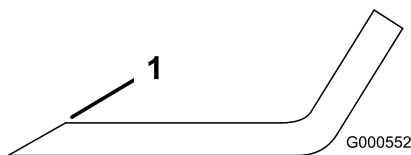

Figura 65
- Utilice una lima para afilar el filo de corte en ambos extremos de la cuchilla (Figura 65).
**Nota:** Si la cuchilla no está equilibrada, rebaje algo el metal en la parte de la vela solamente (Figura 65).